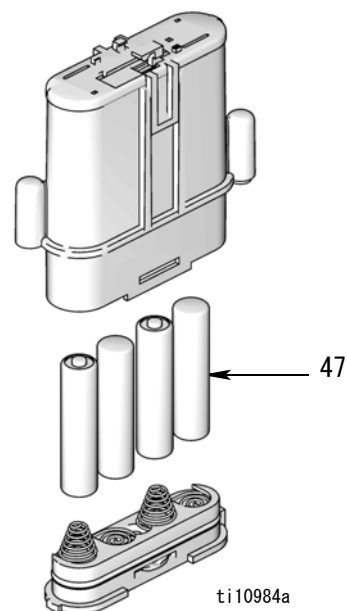

図 28
- バッテリーコンパートメントにバッテリーを取り付ける際は、必ず正しい極性に従ってください(図 28)。逆にしたバッテリーはメーターを損傷させる場合があります。
- 新しいバッテリーを取り付けます。バッテリーの向きについては、図 28 を参照してください。